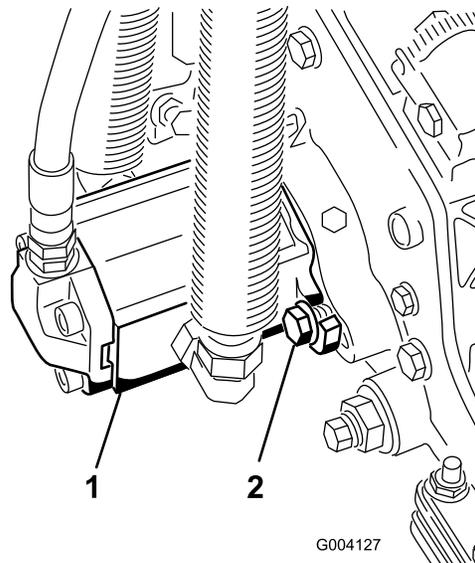

図 14
16. モータを手を持ち、右回りにひねってモータのフランジをボルトから逃がしながら、キャップスクリューにモータをセットする(図 14)。モータを左回りにひねって、ボルトにフランジをしっかりと掛け、ボルトを締めてモータを固定する。